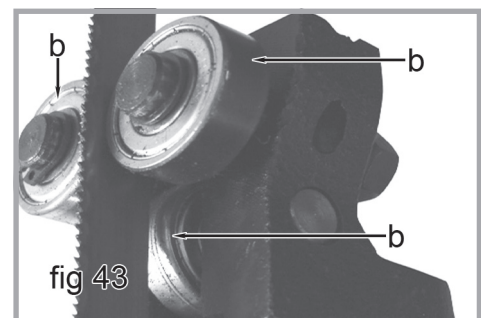

fig 43
16. Placez une nouvelle lame entre les paliers du protège-lame inférieur (b, fig 43). Dimension de la lame: 64-1 / 2 pouces (1638 mm).